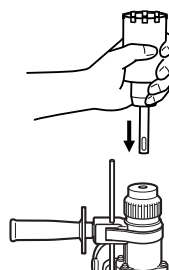

Fig. 14
(2) Monter la queue de couronne sur le marteau rotatif à percussion. (Fig. 14)
(3) Introduire la goujon central dans la plaque de guidage jusqu'à ce qu'il arrête.